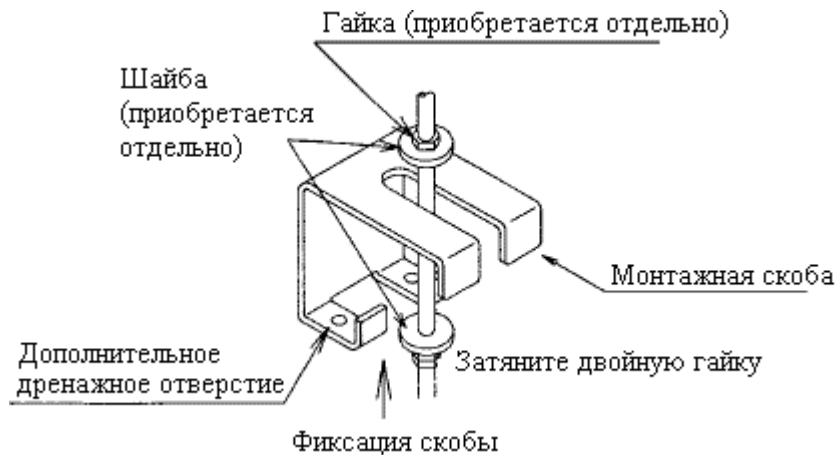

Рис. 5
(1) Закрепите монтажную скобу.
- Соедините монтажную скобу с болтом. Зафиксируйте ее с помощью шайб и гаек с верхней и нижней сторон скобы (см. Рис. 5).